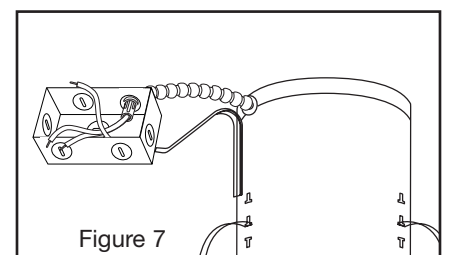

Figure 7
Step 2. Remove wiring box cover. Remove the appropriate knock-out to connect flexible metal conduit or non-metallic cable to wiring box with proper connectors (by others) (Fig. 7).
Paso 2. Quite la cubierta de la caja de conexiones (fig. 7). Quite el agujero ciego apropiado para conectar el conducto metálico flexible o el cable no metálico en la caja de conexiones con los conectadores adecuados (de otros fabricantes).